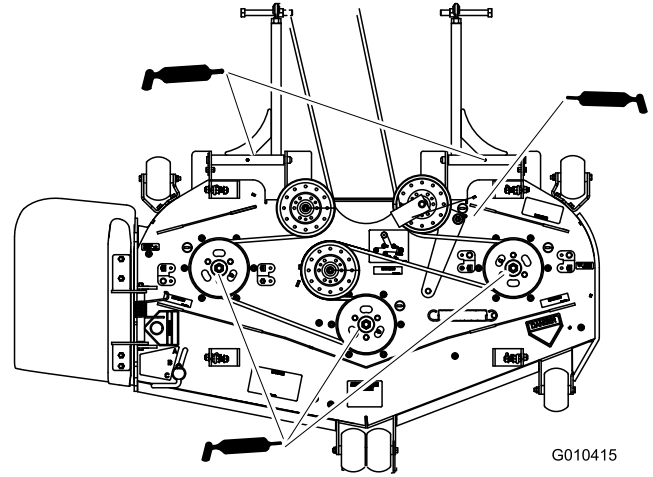

Figure 32
4. Lubrifiez les graisseurs des roulements des 3 axes (Figure 32).
5. Graissez le bras de la poulie de tension sur le tablier de coupe (Figure 32).
6. Lubrifiez les graisseurs des bras de poussée (Figure 32).